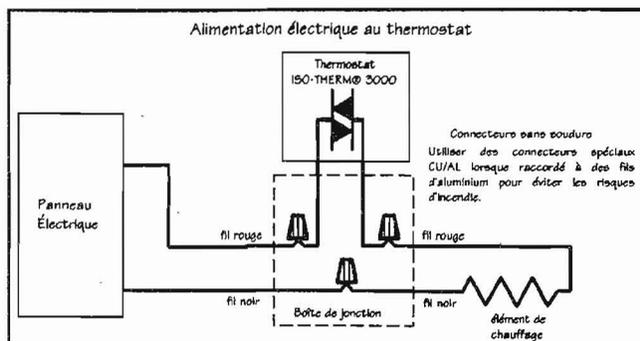
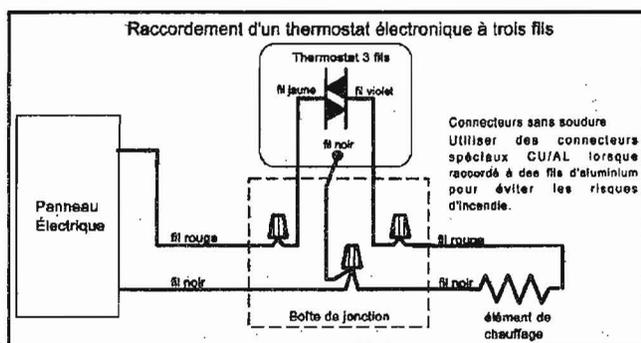

FIG. 2 Raccordement thermostat 2 fils - alimentation au thermostat.
FIG. 4 Raccordement thermostat 3 fils
5. Effectuer le raccordement des fils du thermostat directement aux fils du secteur en utilisant des connecteurs sans soudure (voir figure 2, 3 et 4). **Il est très important de respecter ces schémas de branchement.**
Le câblage électrique du thermostat doit être conforme aux codes d'électricité en vigueur dans votre localité. Les figures 2 et 3 montrent le raccordement typique d'un thermostat 2 fils et la figure 4 montre le raccordement d'un thermostat 3 fils.
Il est très important de respecter les schémas de branchement de la figure 4 afin de ne pas provoquer de court-circuit sur l'alimentation 240 Vca lors du raccordement de ces thermostats. Le fil jaune du thermostat doit être raccordé au fil rouge de l'alimentation 240 Vca, le fil violet du thermostat doit être raccordé au fil rouge de la plinthe électrique et le fil noir du thermostat doit être raccordé aux deux autres fils (commun).